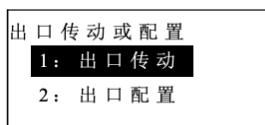

图 7-11 出口子菜单
7.2.5 “出口”: 进行装置继电器的输出回路相关操作,该菜单包括二个子菜单,如图7-11所示: